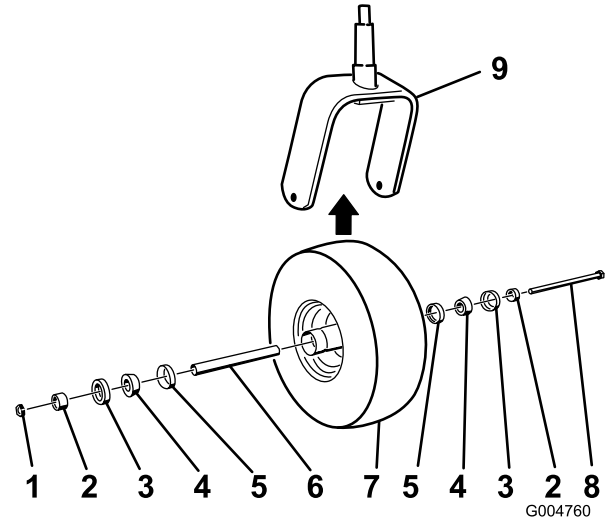

Рисунок 45
2. Снимите контргайку с болта (Рисунок 45).
5. Соберите поворотное колесо, вставив с усилием заправленные консистентной смазкой подшипники с коническими роликами и уплотнения в ступицу колеса, расположенную, как показано на Рисунок 45.